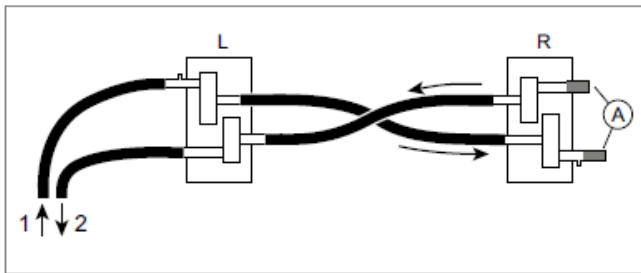

Рис. 35: Подключение жидкостных шлангов (левая сторона)
- Подключение шлангов с левой стороны. Рис. 35.